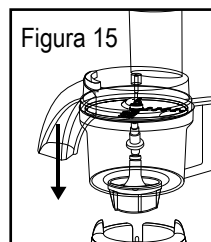

Figura 15
- 5b. Coloque a base do acessório na base do motor de seu liquidificador Oster® (Figura 15). **NÃO USE O APARELHO A MANOS QUE O ACESSÓRIO ESTEJA BEM MONTADO EM COM SUA TAMPA TRAVADA.**